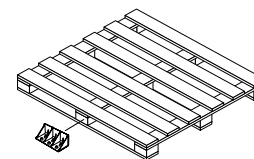

Figura 2A
- 2 Cantidad y Colocación:** Determina si la carga es de peso ligero, medio, o pesado. Para carga de peso ligero, un solo Floor Brace debería ser posicionado contra el bloque central de la paleta o el centro de la carga si no esta montada en paleta (Figura 2A).